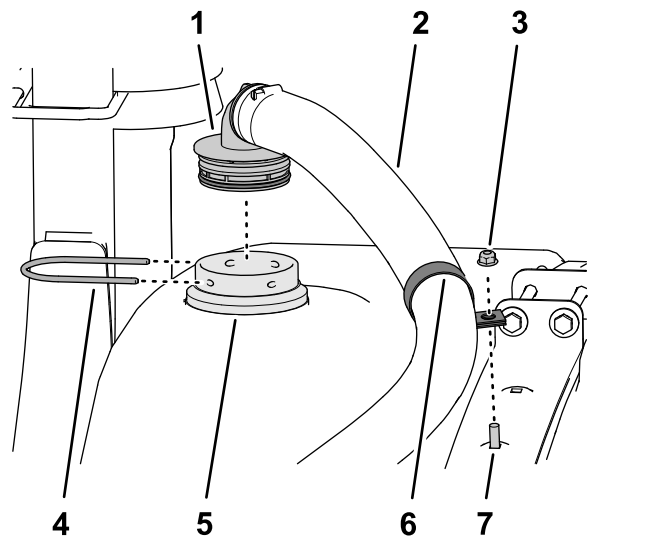

Рисунок 29
4. Установите R-образный хомут на шланг эдуктора в сборе (Рисунок 29).
5. Вставьте прямоугольный штуцер типа «елочка» шланга эдуктора в сборе в переходной штуцер и прикрепите штуцер типа «елочка» к переходному штуцеру с помощью фиксатора (Рисунок 29).
6. Закрепите, не затягивая, R-образный хомут каретным болтом и (Рисунок 29) фланцевой контргайкой (5/16 дюйма).
Примечание: Если необходимо, отрегулируйте положение R-образного хомута относительно шланга эдуктора (Рисунок 29).